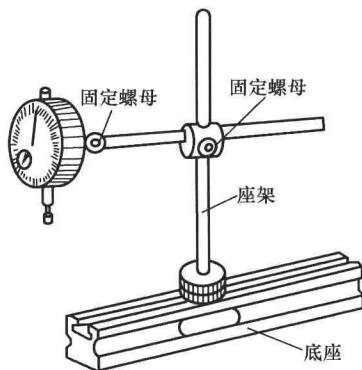

图 1-13 百分表的夹持
2. 使用时,必须把百分表固定在可靠的夹持架(表架)上,如图 1-13 所示。切不可贪图省事,将百分表随便夹在不稳固的地方,否则容易造成测量结果不准确或摔坏百分表。